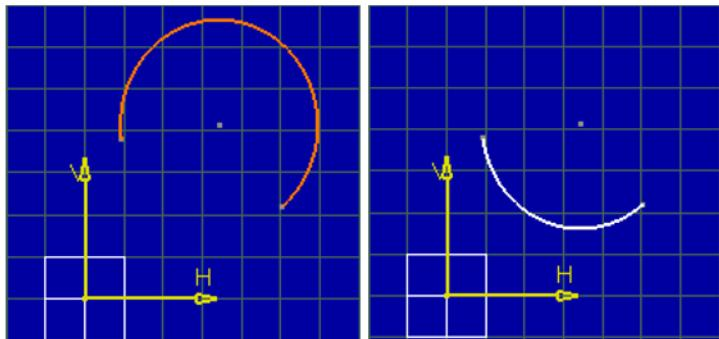

Fig.8. Optiunea **Complement**
- **Complement** – permite crearea unui complement al unui arc (fig.8)